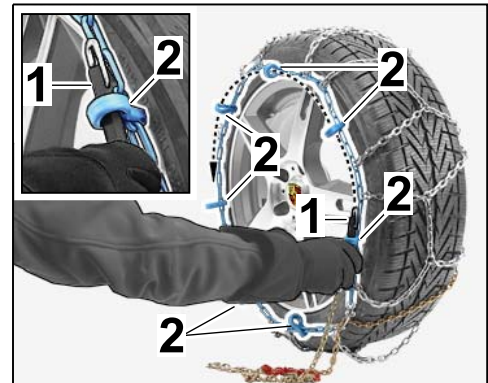

Bild 10
- 2.3.2 Spanngummi mit Haken durch Kunststofföse (⇒ Bild 10) fädeln.
- 2.3.3 Rest der Spannkette kreisförmig (⇒ Bild 10-Pfeil-) über den kompletten Radumfang durch restliche Kunststoffösen fädeln.